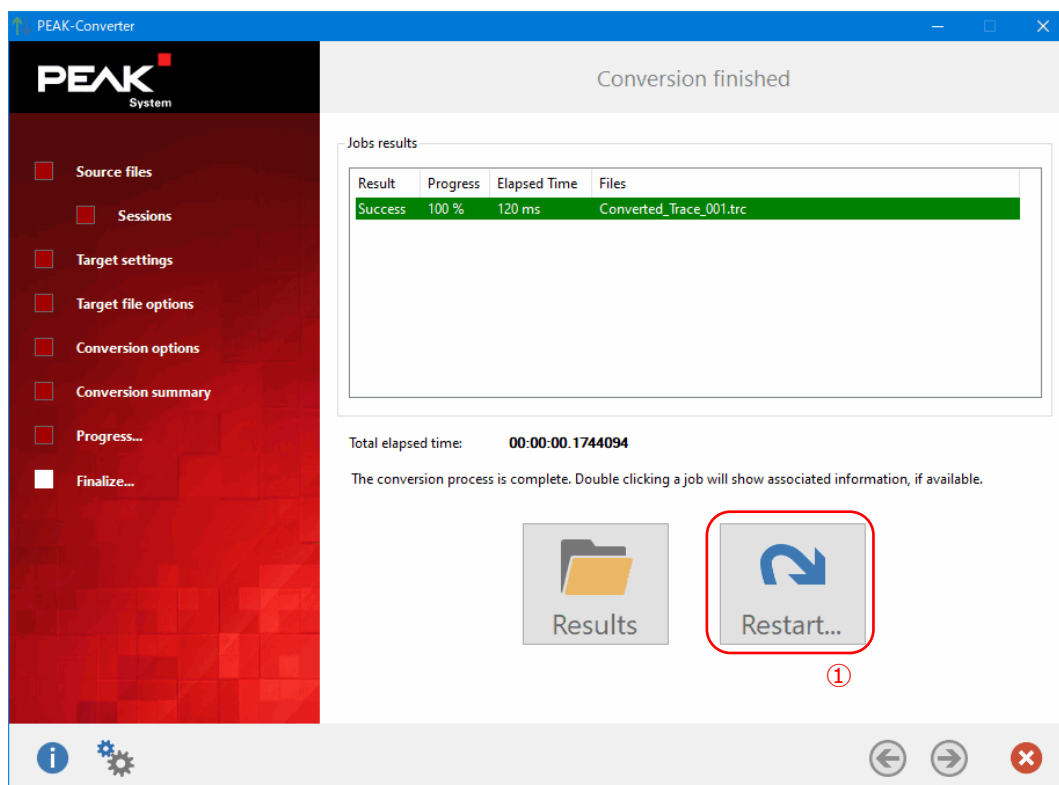

図 8.3-8
ASC ファイルへ変換するには、Restart...ボタン（図 8.3-8 ① 参照）をクリックします。